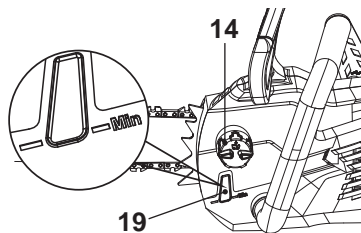

Fig. 13
4. Vérifiez le niveau d'huile [19] avant d'allumer la machine, puis régulièrement au cours du travail. Remplissez le réservoir chaque fois que la jauge passe en-dessous du seuil "MIN" (Fig. 13).